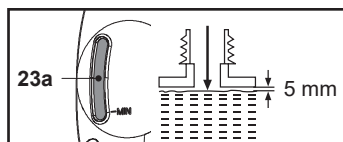

Fig. 14
4. Lors du remplissage, veiller à ce que le niveau d'huile dépasse le repère « MIN » sur la fenêtre de contrôle du niveau d'huile (23a) tout en s'assurant de ne pas remplir excessivement et de laisser un vide d'environ 5 mm entre le niveau d'huile et le bord intérieur du réservoir pour permettre la dilatation (Fig. 14).
5. Vérifier le niveau d'huile sur la fenêtre de contrôle du niveau d'huile (23a) avant de démarrer le produit et à intervalles réguliers pendant le fonctionnement. Faire l'appoint en huile lorsque le niveau d'huile atteint le bas de la fenêtre de contrôle du niveau d'huile (23a) (Fig. 14).
6. Essuyer le lubrifiant renversé avec un chiffon doux et repositionner le bouchon du réservoir d'huile (23).